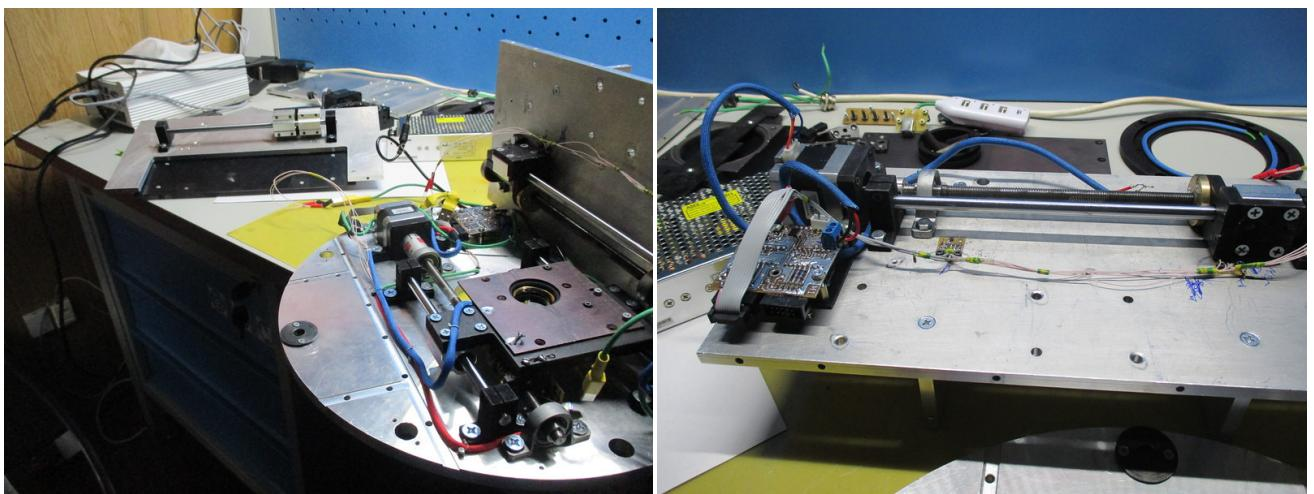

Рис. 23: Отсоединение стоек.
**12.** Отсоединить от фланца прибора стойки с элементами линейного транслятора анализатора поляризации и управляющего контроллера (см. рис. 23).